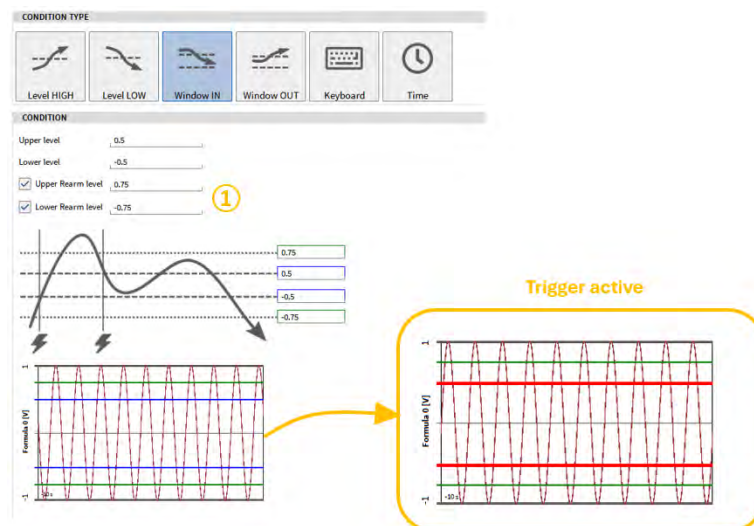

Fig. 9.8: Window IN のトリガー
- **Window IN**：選択した信号が特定のレンジ内にある場合に、イベントが有効になります。上限値と下限値を定義できます (図 9.8 Fig. 9.8 を参照)。トリガーが再び有効になる前にパスしなければならない **Rearm** レベルを下限値と上限値として、オプションで指定できます (図 Fig. 9.8 の ① を参照)。